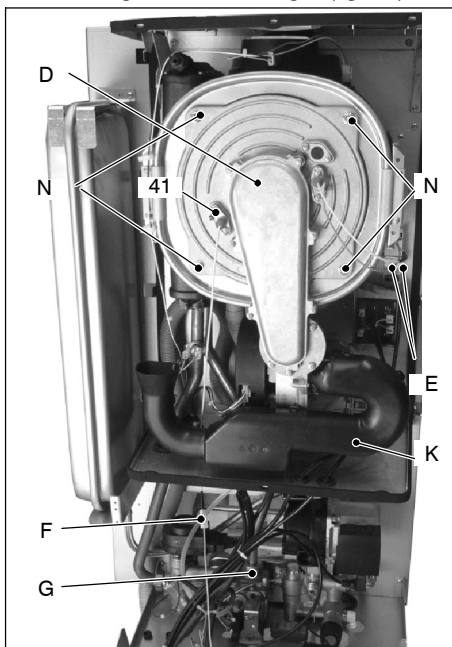
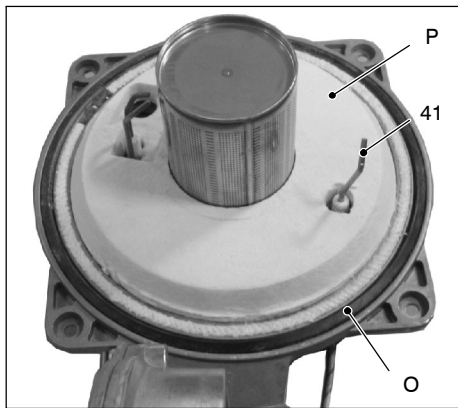

fig. 9.6
fig. 9.9
Rimozione del gruppo bruciatore ventilatore D (fig. 9.6)
- 2 Scollegare i cablaggi E degli elettrodi di accensione e quello di rivelazione F (fig. 9.6)
- 3 Svitare il girello G del tubo gas (fig. 9.6)
- 6 Sganciare il tubo silenziatore K (fig. 9.6) ad incastro.
- 8 Rimuovere i dadi N (fig. 9.6) ed estrarre il gruppo bruciatore ventilatore D (fig. 9.6).
- 9 La guarnizione in silicone O (fig. 9.9) della parete frontale della camera di combustione deve essere cambiata se deteriorata e comunque deve essere obbligatoriamente sostituita ogni 2 anni.
- 10 L'elettrodo di rivelazione 41 in fig. 9.9 – fig. 9.6 funge anche da sensore per il corretto scarico della condensa.
l'elettrodo di rivelazione 41 in fig. 9.9 – fig. 9.6, questo manda in blocco di sicurezza la caldaia.
Pertanto se si trovano i coibenti P in fig. 9.9 e Q in fig. 9.10 bagnati o deteriorati provvedere alla sostituzione.
Attenzione per rimontare eseguire le operazioni effettuate in senso inverso, stando attenti a non rovinare la guarnizione OR del tubo gas quando si inserisce il tubo nell'aerotech ed eseguire la prova di tenuta gas dopo aver stretto il girello G del tubo gas (fig. 9.6)